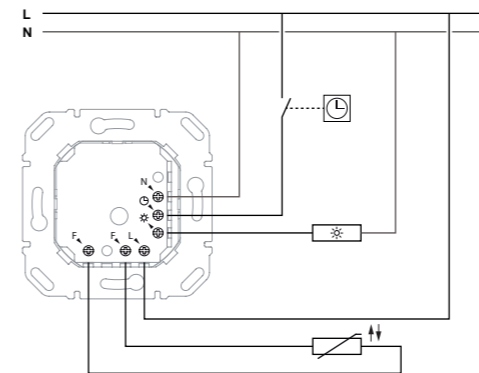

Bild 4: Anschlussplan Temperaturregler, Schließer, für Fußbodenheizung
- Regler gemäß Anschlussplan anschließen (Bild 4).
- Wippe (6) in den oberen Aufnahmeschlitz des Ein-/Ausschalters stecken.
- Zentralstück (3) über den Designrahmen (2) lagerichtig aufsetzen und mit Befestigungsschraube (4) fixieren.
- Regulierknopf (5) aufstecken.